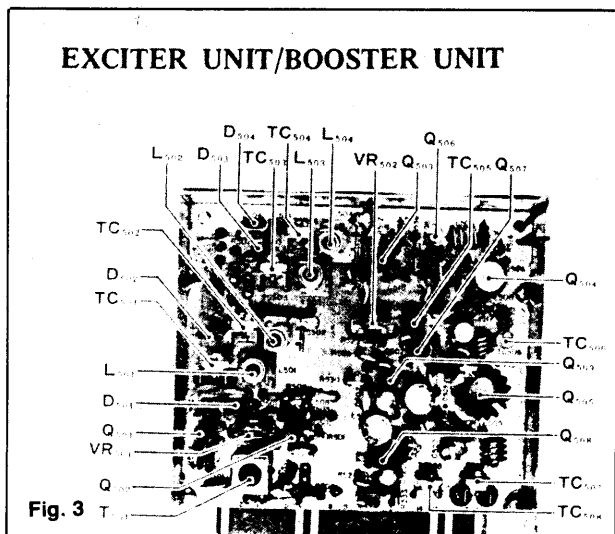
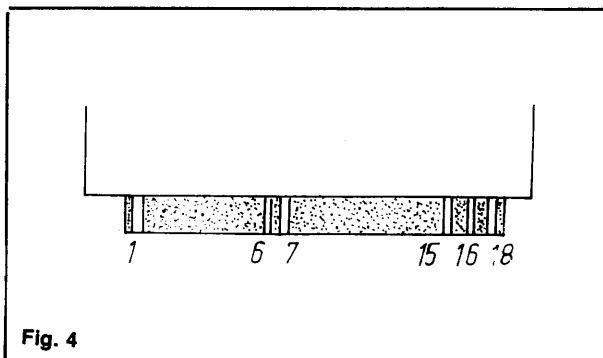

Fig. 3
Fig. 4
Staccare quindi dal suo connettore, dopo aver svitato le viti che lo tengono fissato al telaio, il PB 1466 (Exciter); liberarlo dei due coperchi e portarlo a nudo come in fig. 3 Individuata la resistenza R16 (516 sul PB), dissaldare o tagliare il suo terminale che la unisce a massa; poi con molta attenzione e pazienza e con uno strumento adatto, isolare il piedino n. 16 del circuito stampato (PB) dalla massa, in entrambi i lati, lasciando nel lato saldature tre o quattro millimetri di rame oltre la linea dei piedini, come in fig. 4. Controllare bene che detto piedino sia isolato ed unirlo con un filo rigido ricoperto al terminale della R16 in precedenza sollevato; la parte di congiunzione tra filo e resistenza deve essere naturalmente isolata. Tutta l'operazione non è difficile, basta un minimo di attenzione per non recare danni agli altri componenti della scheda. La saldatura del filo sul piedino n. 16 deve essere fatta su quei tre o quattro millimetri di rame in precedenza lasciati, in modo che la scheda entri normalmente nel suo connettore. Per ultimo dare ancora un'altra controllatina, magari con un tester, affinché non ci siano corti, rimettere i coper-